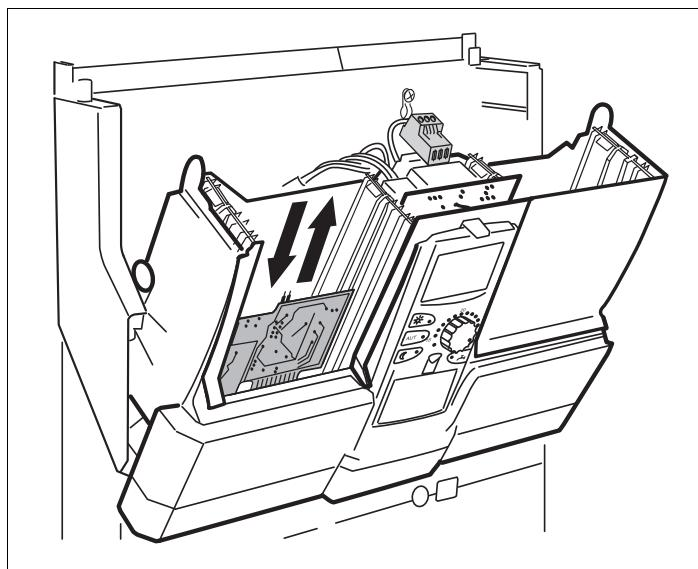

Рис. 11 Замена модуля FM451/FM455
- Выньте расположенную под ним плату – модуль FM451/FM455 (→ рис. 11).